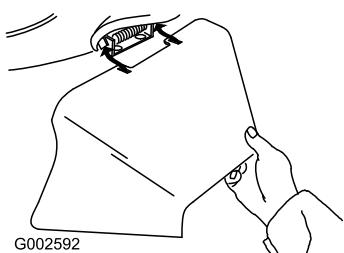

Figure 36
- Montez l'éjecteur latéral et rabattez le volet sur l'éjecteur (Figure 36).